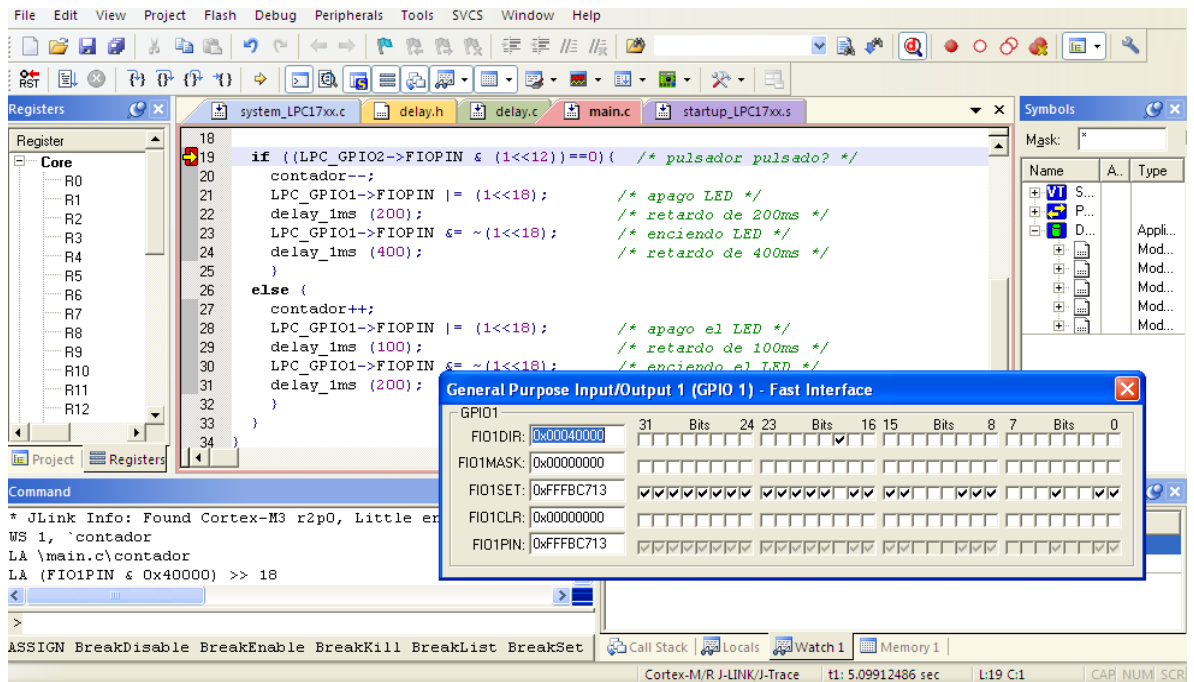

Figura 24. Depuración empleando *breakpoints* del programa ejemplo.
2. Una vez puestos los *breakpoints* se puede realizar una ejecución continua del programa, comprobando que la ejecución se para en la línea que produce el encendido del LED D7, tal y como se muestra en la figura 24, y que cambia el estado del LED D7 de la tarjeta.